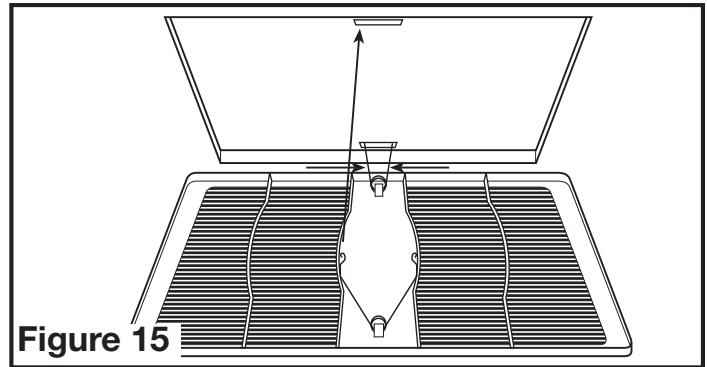

Figure 15
- 6a. **MODÈLES STANDARDS ET AVEC DÉTECTION D'HUMIDITÉ:** Installer la grille en pressant ensemble les deux extrémités des ressorts et en les installant dans les fentes du châssis du ventilateur. Pousser la grille en position (Figure 15).